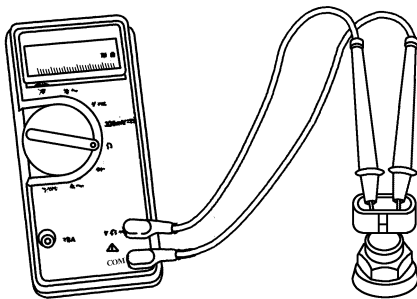

图 4-4 测量电阻方法
(5) 测量电阻 选择万用表的欧姆档, 检查需要测量电阻的部件没有通电, 断开待测电路或部件的两端, 两支表笔分别接触电路两端子, 如图 4-4 所示, 读取电阻值。